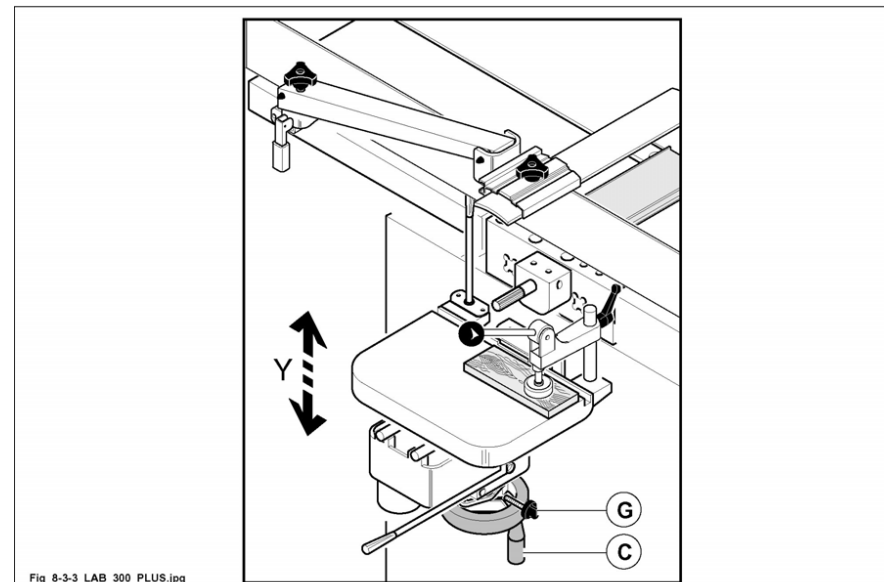

Abb. 8.3-3
- Den Tisch mit dem Hilfsrad (C Abb. 8.3-3); in der Höhe positionieren, die Position mit dem Griff (G Abb. 8.3-3) ^(Bj. 8-3-3_0.0) arretieren.